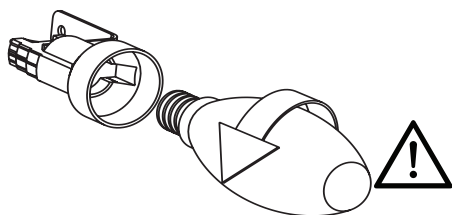

Рис. 11: Замена свечеобразной лампы накаливания
- Снимите алюминиевый картриджный фильтр. Открутите неисправную лампу и замените ее аналогичной лампой. Рис. 11